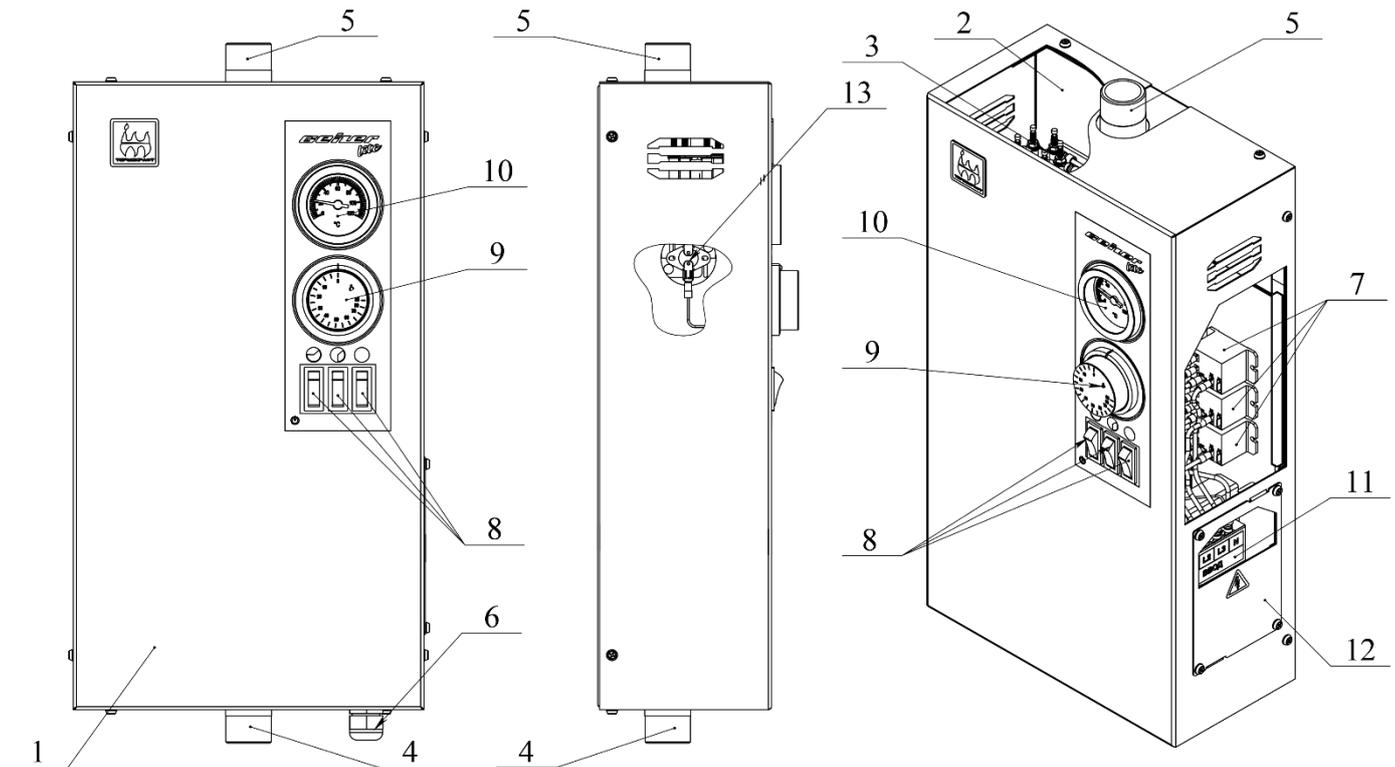
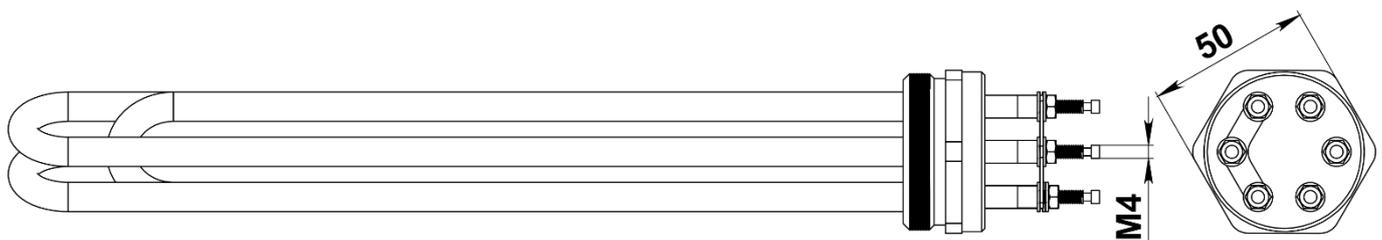

Рис. 1 Устройство водонагревателя
Рис. 2 Блок трубчатых электронагревателей (ТЭНб)
Внутренний корпус электроводонагревателя представляет собой стальной резервуар, обернутый теплоизоляционным материалом, с подающим и обратным патрубками (Рис.1 поз. 4,5), предназначенными для присоединения котла к системе отопления.
Сверху к резервуару приварена муфта, куда на резьбе вкручен блок трубчатых электронагревателей (ТЭНы) (Рис.1 поз. 3). Блок ТЭНов (Рис. 2) предназначены для нагрева теплоносителя в системе отопления. ТЭНБ представляет собой фланец с наружной резьбой, в который герметично запрессованы трубчатые электронагреватели с резьбовыми выводами (М4). Фланец имеет трубную цилиндрическую резьбу по ГОСТ 6357-81 G 1½” и шестигранник под ключ (50мм).
Снаружи корпус котла закрыт декоративным кожухом (Рис. 1 поз. 1). В верхней части внутреннего корпуса котла находится биметаллический термоограничитель (Рис. 1 поз. 13), который отключает нагрев и предотвращает закипание теплоносителя при аварийных ситуациях, связанных с отказом терморегулятора и настроен на температуру 95°С. При остывании термоограничитель возвращается в рабочее положение.
В верхней части электроводонагревателя на панели котла смонтирован блок управления. В нем установлены клавишные выключатели (Рис.1 поз. 8), электромагнитные реле (Рис.1 поз. 7), капиллярный термометр (Рис.1 поз. 10) и терморегулятор (Рис.1 поз. 9), управляющий работой котла.
Отсек монтажной колодки расположен сбоку в нижней части котла. В данном отсеке производится подключение электроводонагревателя к питающей сети. Для подключения к сети не нужно разбирать корпус котла, достаточно снять лючок отсека подключений (Рис. 1 поз. 12).
При включении первого клавишного выключателя (Рис. 1 поз.8) в положение «ВКЛ» подается питание на электромагнитное реле - подключается первая ступень мощности блока ТЭНов (Рис. 1 поз. 3).
- Снять лючок отсека подключений (Рис.1 поз. 12), предварительно выкрутив винты крепления;